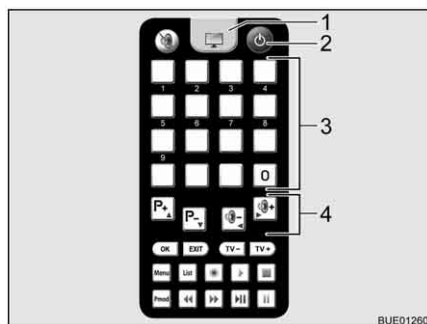

Fig. 31 Telecomando
- Premere il tasto "⏻" (Fig. 31,2) sul telecomando. L'antenna satellitare si riposiziona sulla modalità di ricerca dalla posizione di sosta. Quando l'impianto trova il satellite viene emesso un segnale acustico.
- Regolare l'emittente desiderata con i tasti memoria (Fig. 31,3) o i tasti funzione (Fig. 31,4).